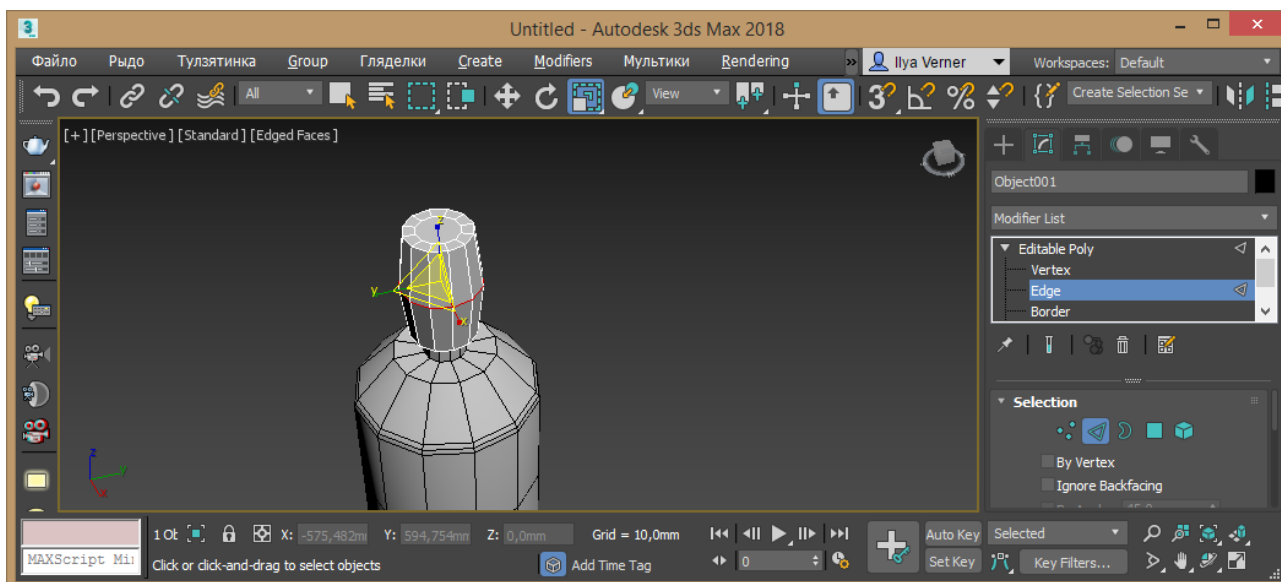

Рис. 4.4 – Редагування форми
4. Зробіть отриманий елемент більшим за довжиною, виділіть у режиму редагування граней Polygon усі бічні та застосуйте команду видавлювання Extrude у режимі Local Normal із параметром 10 мм. У режимі редагування ребер Edge оберіть усі бічні та поділіть навпіл командою Connect із параметром 1, 0, 0. Застосуйте інструмент масштабування для надання потрібної форми (рис. 4.4).